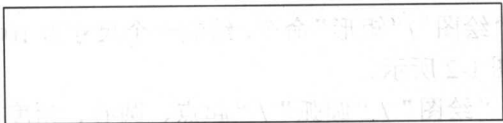

图 2-2 矩形
2. 选择“绘图”/“矩形”命令,绘制一个尺寸为 1 000mm×240mm 的矩形,如图 2-2 所示。